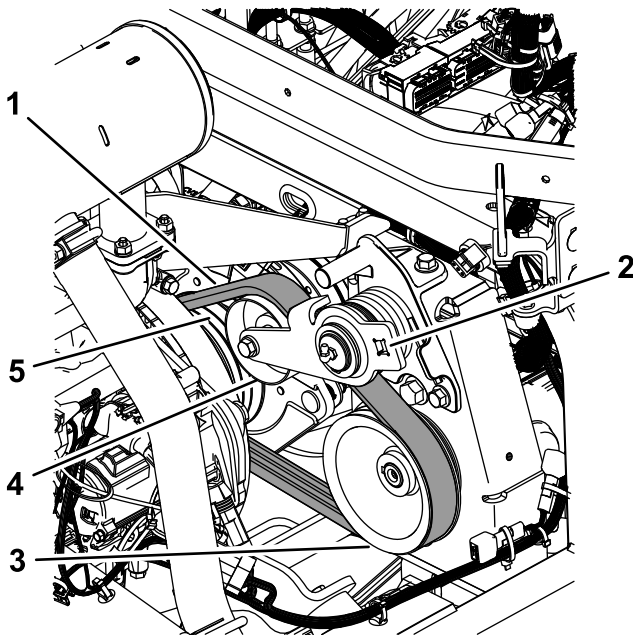

Figura 79
3. Enrute la correa sobre la polea del motor, la polea tensora y la polea de la bomba (Figura 79).